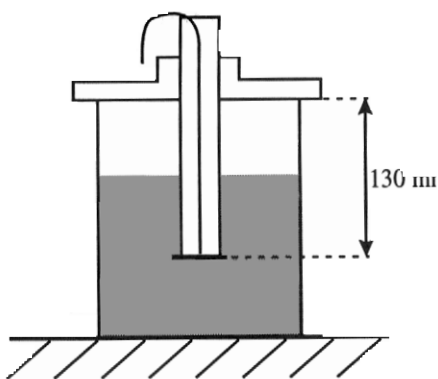

Figure 2
- 4) Je place l'ensemble tube et obturateur au-dessus de la cuve (voir fig. 2)